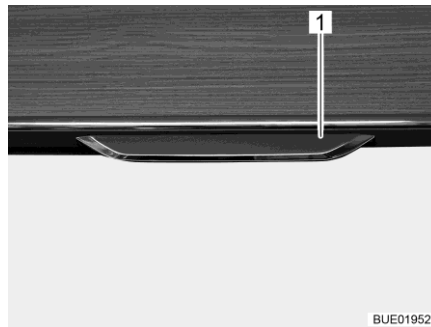
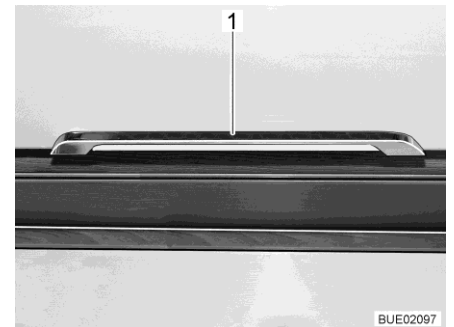

Fig. 66 Sportello del mobile con maniglia di sbloccaggio
Fig. 67 Maniglia di sbloccaggio (Ixeo T)
- Apertura:** ■ Tirare verso l'esterno o verso il basso la maniglia di sbloccaggio (Fig. 66,1 e Fig. 67,1).